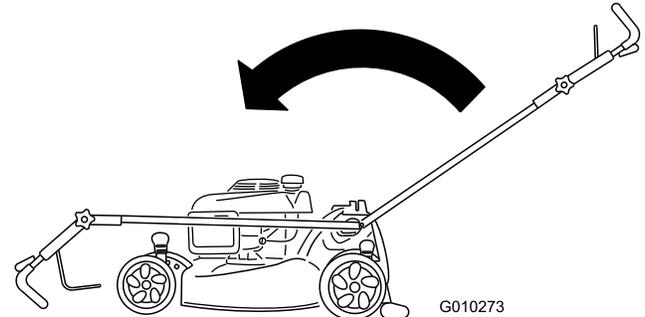

Bild 38
1. Griffhandrad (2)
2. Schieben Sie den Griff nach vorne, siehe Bild 38.